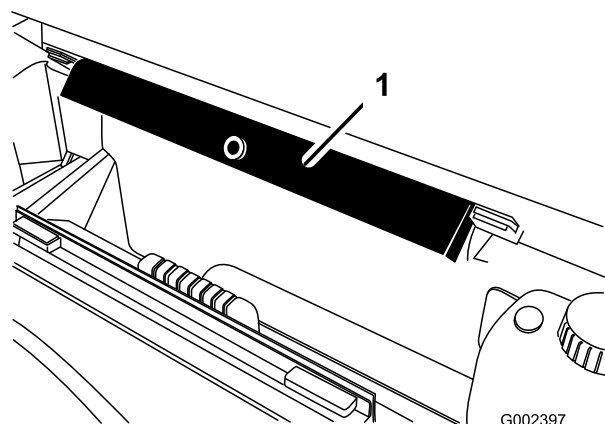

Figura 11
8. Staccate il supporto del pianale dalle staffe su cui è riposto, sulla parte posteriore del pannello del sistema ROPS (Figura 11).